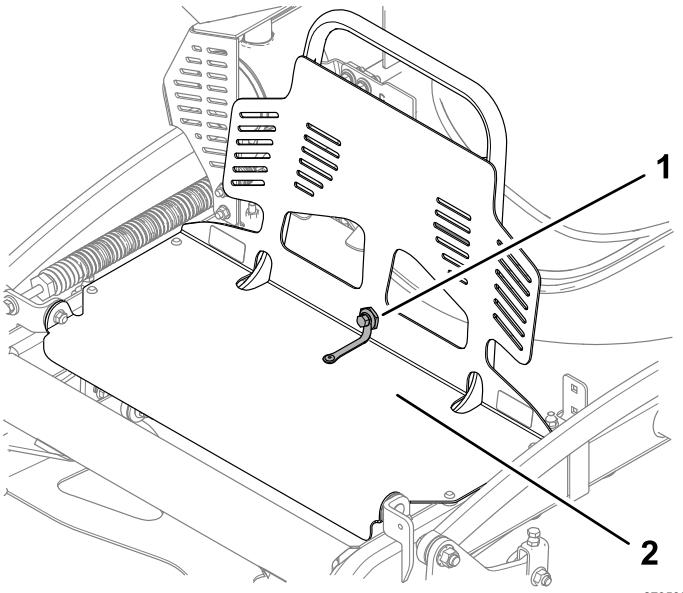

Bild 29
1. Entfernen Sie die Schraube und die Ansatzmutter, die den Motorschutz an der Schutzverlängerung befestigen (Bild 29).
4. Befestigen Sie den Motorschutz mit der Schraube und der Ansatzmutter an der Schutzverlängerung, wie in Bild 29 dargestellt.